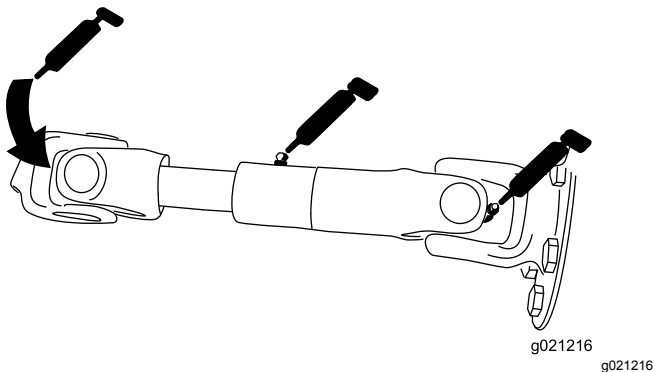

Bild 63
- Pumpenantriebswelle (3) (Bild 63)